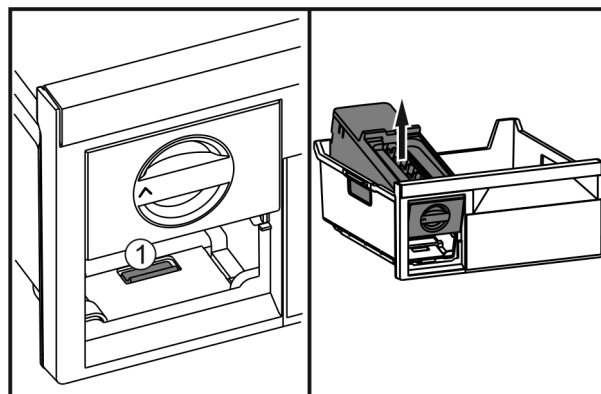

Fig. 37
- ▶ Presione Fig. 37 (1) la pestaña, levante el EasyTwist-Ice desde atrás y sáquelo del cajón del congelador.